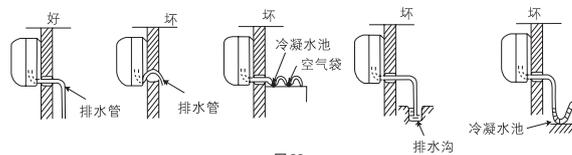

图28
- (1) 用附件⑭排水管与室内机组的出水管连接起来。
- (2) 如要使冷凝水流得舒畅, 排水管应倾斜少许, 如图28所示。